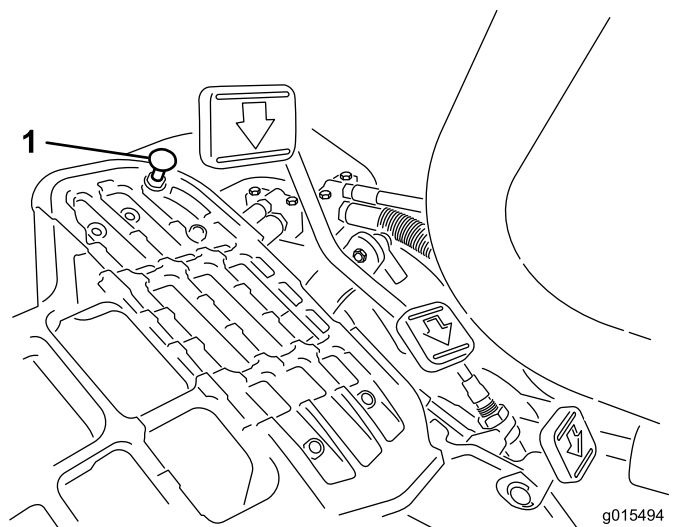

図 48
走行ペダルを踏み込んでみてください。ケーブルに張力が掛かる前にペダルがストップ 図 48に当たる場合には調整が必要です。
1. ペダルストップをフロアプレートに固定しているフランジヘッドロックナットをゆるめる 図 48。